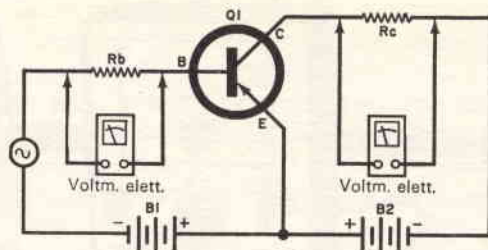

Fig. 4 - Circuito base per le misure dinamiche del beta. Il transistor è usato come amplificatore.
**Prove dinamiche** - Per misurare con maggior precisione il beta di un transistor la prova deve essere fatta nelle condizioni tipiche di funzionamento e cioè con il transistor usato come amplificatore, con le polarizzazioni c.c. specificate dal costruttore e con un segnale c.a. di valore noto applicato. Un circuito per le prove dinamiche è illustrato in *fig. 4*. Qui le tensioni di base e di collettore sono ottenute con batterie; in serie alla base ed al collettore sono inserite resistenze di basso valore per permettere le misure mediante un voltmetro elettronico. Un segnale c.a. di valore noto è applicato tra base ed emettitore.